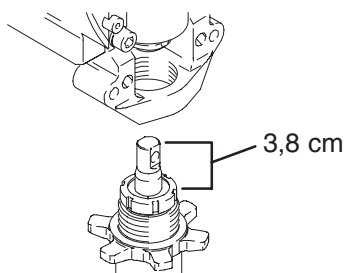

Fig. 14
1. Fig. 14. Estrarre l'asta del pistone di 3,8 cm. Avvitare la pompa fin quando non siano allineati i fori nel raccordo incrociato del cuscinetto ed il pistone.